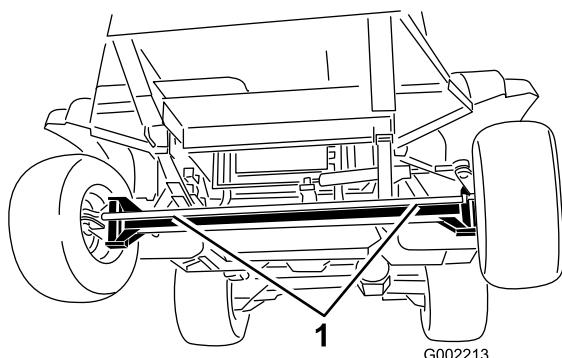
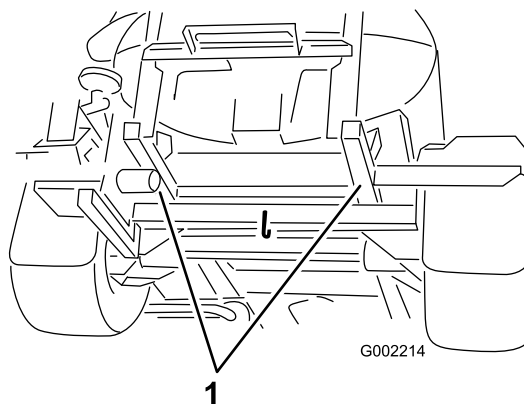

Figure 56
Figure 57
4. Accrochez un câble de remorquage au cadre ; voir les points de remorquage avant et arrière (Figure 56 et Figure 57).